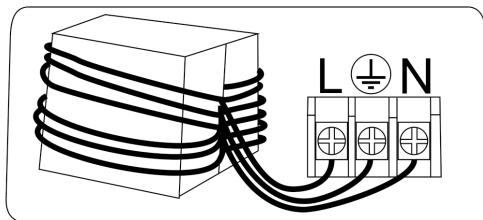

Fig. 5
- Se si installa il prodotto con il cavo incassato nel muro, prima rimuovere la vite (8) (fig.2) del tappo inferiore del prodotto (5) e dopo disinstallare il cavo originale all'interno del prodotto. Il cavo a parete deve essere inserito nel prodotto e connesso, facendogli fare 4 giri attorno al blocco di anti tiraggio cavo in materiale ferroso. Collegare alla presa il cavo L (marrone), N (azzurro) e terra (marrone – verde) al terminale secondo Fig. 5. In fine è possibile chiudere la copertura inferiore del prodotto (5).